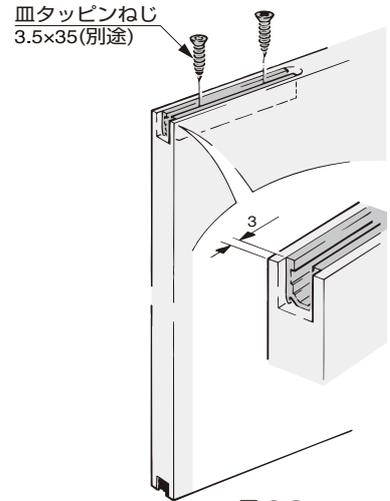

図 2-2
扉の端とインナーパーツとは(図2-2)の位置にしてください。
(2) インナーパーツ③を図2-2のねじで固定してください。
(3) 上ローラー①に差し込んで、扉を吊ってください。